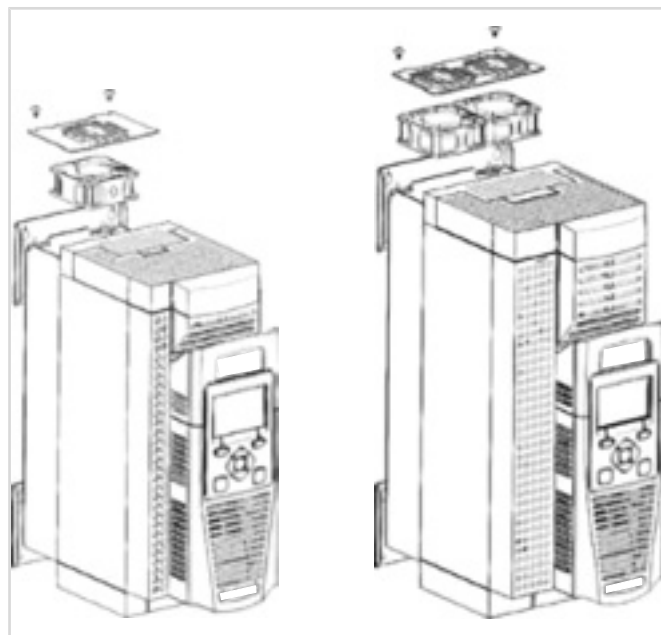

Рис. 23: Замена вентиляторов в теплоотводе
- Извлеките вентилятор или вентиляторы. Отсоедините кабель вентилятора (ов) и установите новый вентилятор или новые вентиляторы. Убедитесь в том, что вентилятор установлен правильной стороной вверх (см. рис. 23, стр. 35).